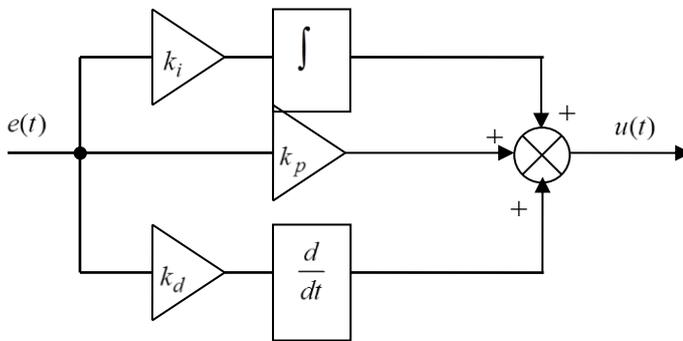

Рис. 1
В настоящей курсовой работе предлагается реализовать ПИД-регулятор в соответствии со схемами, показанными на рис. 1 и 2.
1. Выбрать операционный усилитель и реализовать ПИД-регулятор по схеме на рис. 1:
2. Для расчёта интегрирующего и дифференцирующего устройств в схеме на рис. 1 ознакомиться со сведениями, изложенными в разделах 3.6 и 3.7, а также в литературе [2, 3].